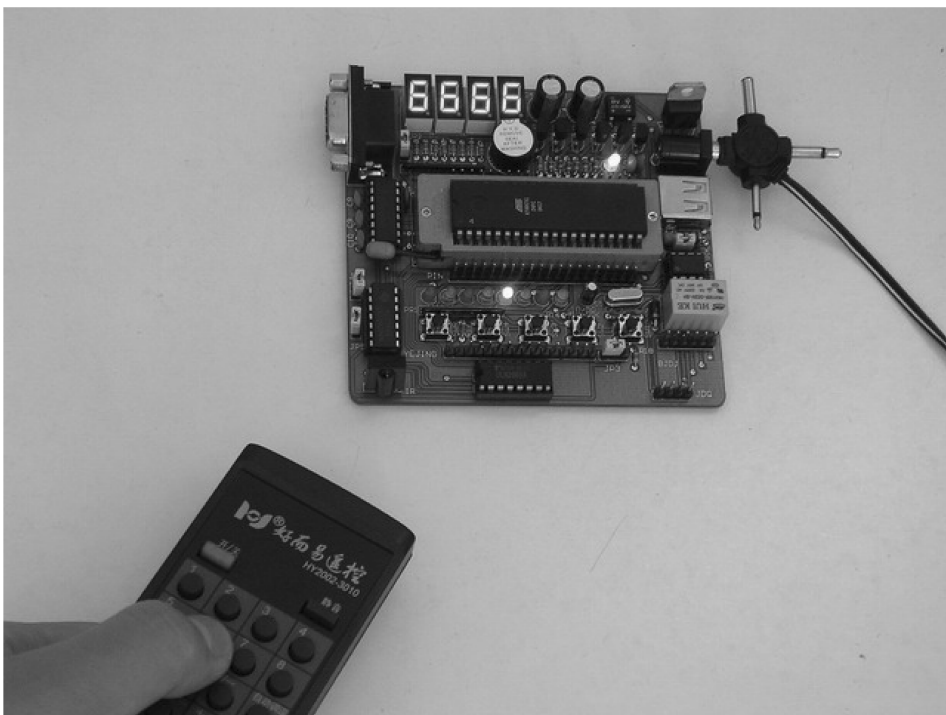

图 1-7 红外线遥控数码管显示实例
6) 应用实例之六：红外线遥控是目前使用最广泛的一种通信和遥控手段。由于红外线遥控装置具有体积小、功耗低、功能强、成本低等特点，因而继彩电、录像机之后，在录音机、音响设备、空调机以及玩具等其他小型电器装置上也纷纷采用了红外线遥控。工业设备中，在高压、辐射、有毒气体、粉尘等环境下，采用红外线遥控不仅完全可靠，而且能有效地隔离电气干扰。如图 1-7 所示，通过按遥控器上的数字键“1~8”，实验板完成解码功能，并通过数码管显示其相应的键值。当然，你也可以改写程序，让红外线遥控器来控制实验板上的继电器，或者通过红外线遥控器让实验板上的蜂鸣器唱歌，这些并非难事，只要发挥你的想象，你可以想出各种控制方法。